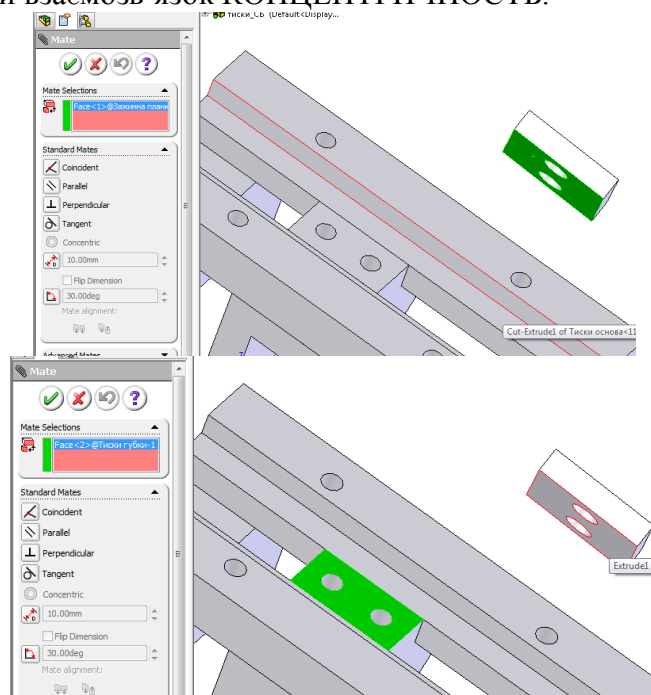

Рис. 7.1.13. Вирівнювання зажимної планки по її отворах
8. Додайте в збірку ЗАЖИМНУ ПЛАНКУ. Сполучіть її з нижньою поверхнею губок. Для цього спочатку за допомогою інструменту СОВПАДЕНИЕ вирівняйте планку по нижній грані губок (рис. 7.1.13) (квадратна грань з циліндричними отворами має співпадати з нижньою поверхнею губок. При необхідності поверніть зажимну планку до потрібного положення). Далі вирівняйте планку її отворами з з'єднувальними отворами в губках, використовуючи взаємозв'язок КОНЦЕНТРИЧНОСТЬ.